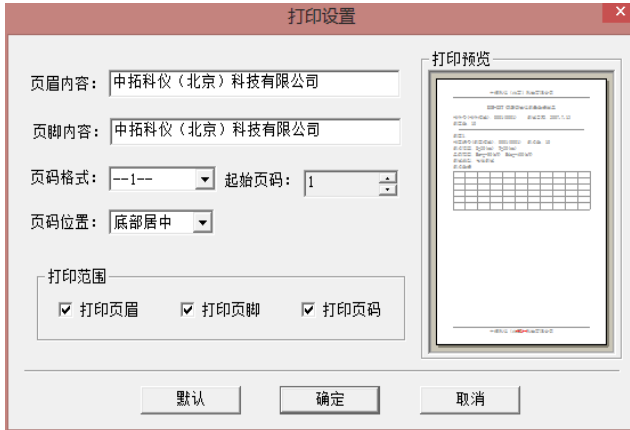

图 4.13 打印设置
- 9、打印设置: 进行有关打印机的设置(如图 4.13 所示), 打印预览框能动态显示打印范围及打印参数选择框的当前选择情况, 其中各项参数均有自动记忆功能, 即初始化为上次打印设置相应的设置值。